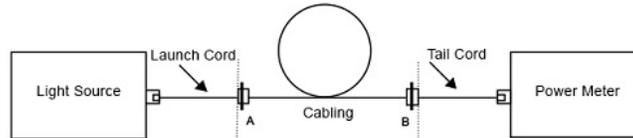

図 4. ケーブル、A 接続部、B 接続部の減衰量の測定
- b. ランチ・コードとテイル・コードを試験対象のケーブルに接続します（図 4 参照）。